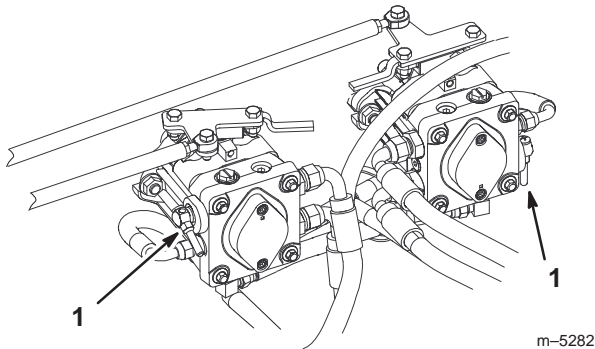

Bild 23
2. Drehen Sie die Bypassventile der Pumpe um zwei Umdrehungen entgegen dem Uhrzeigersinn. So kann das Hydrauliköl an der Pumpe vorbeiströmen, und die Räder können sich drehen (Bild 23).
1. Drehen Sie die Bypassventile im Uhrzeigersinn, bis sie festgezogen sind. Spannen Sie die Ventile nicht zu fest (Bild 23).